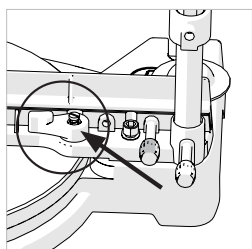

Рис. 19
- Ослабьте фиксатор установки горизонтального угла (**рис. 19**), поворачивая его против часовой стрелки.